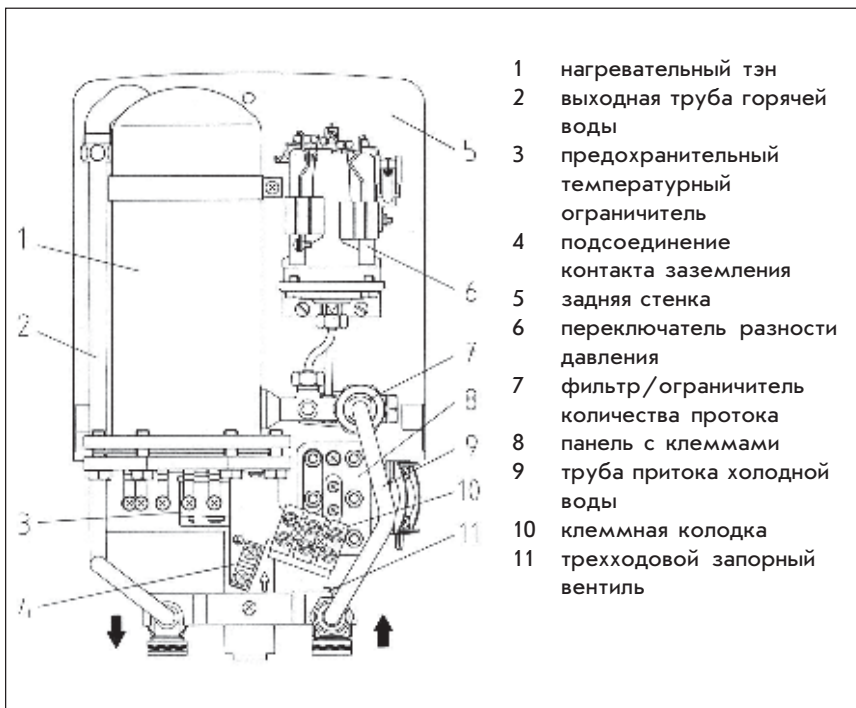
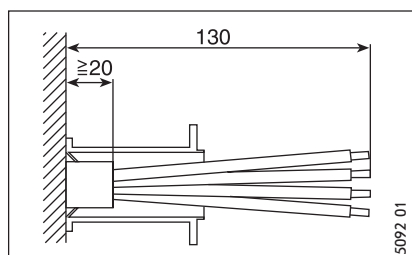
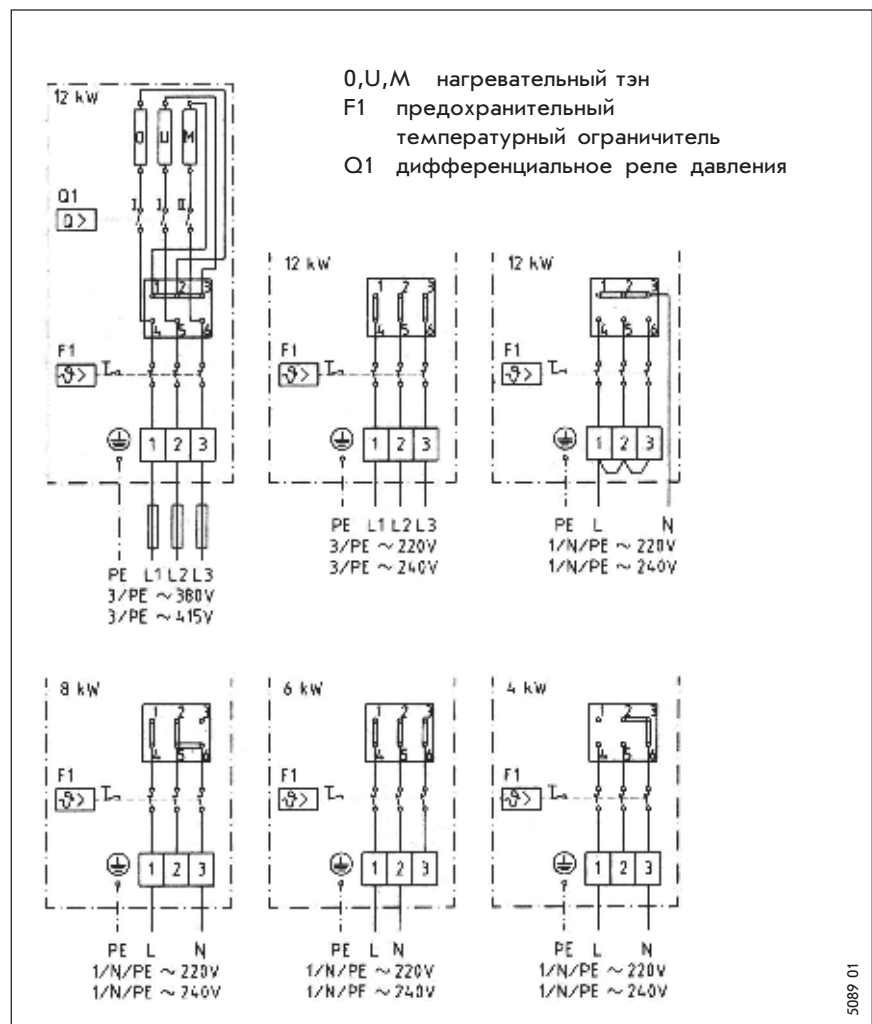

Рис. 3
Рис. 6
Рис. 5
**Электрическое подключение (рис.5 и 6)**
при подштукатурном подсоединении соединительный провод должен быть заизолирован и выступать из стены на расстояние не менее 20 мм (рис.6). произвести электроподключение к клеммам согласно рис.5 и подключить клемму заземления (поз.4, рис.3).
балансиры включения, установленные на переключателе разности давления, имеют транспортировочные предохранители в виде резиновых колец (поз.6 на рис.3). Кольца следует осторожно удалить (например ножом), не задевая при этом балансиры включения и контактные пружины. открыть трехходовой запорный вентиль. трехходовой запорный вентиль ни в коем случае не разрешается применять для ограничения протока. установить крышку (складной рычаг на переключателе разности давления повернуть вниз).
проверить режим работы проточного водонагревателя. если в момент включения прибора ДНА отсутствует необходимое давление потока (табл.2), то ограничитель количества протока должен быть демонтирован. Благодаря этому, данные в таблице 2 величины должны быть достигнуты. Перед демонтажем ограничителя протока (рис.3) прибор отключить от сети.